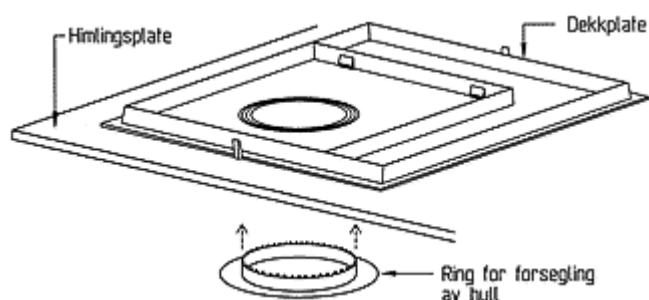
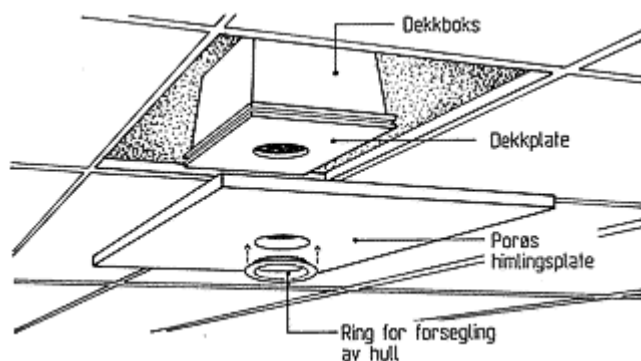
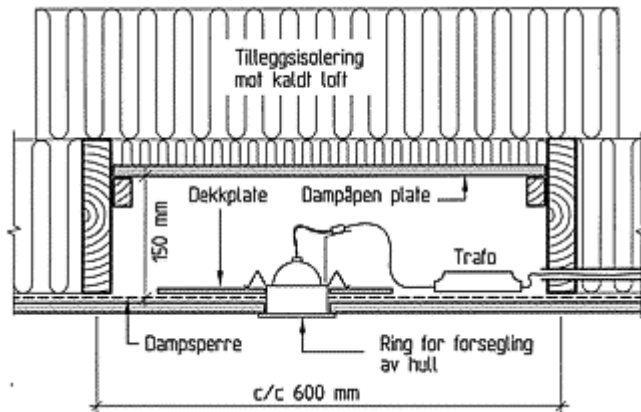

Fig. 22
Fig. 321
Fig. 433
Gipsplater svekkes gradvis og kan gå i oppløsning hvis de blir utsatt for langvarig konstant oppvarming til temperaturer over 50 °C, f.eks. fra downlight som brenner i et døgn eller mer av gangen. For enkelte trebaserte plater kan langvarig varmpåvirkning også være uheldig. For å dempe temperaturpåkjenningene og sikre platenes holdbarhet over tid, bør man i himlinger av slike plater benytte en dekkplate mellom dekkboksen og himlingsplaten, se fig. 321, eller en dekkplate som ligger løst oppå himlingsplaten, se fig. 433. Figur 22 viser eksempel på en dekkplate av brannhemmende polypropylen. En ring med hals som tilpasses himlingens tykkelse settes på fra undersiden, og armaturhullet er da forseglet. Dette demper temperaturpåkjenningen på himlingen.
Platen er utformet for bruk sammen med en tilhørende dekkboks, se også fig. 321. Hullet er tilpasset downlight med diameter 75 mm (som er den mest brukte dimensjonen), men platen har utsparinger slik at 85 mm og 95 mm downlight også kan benyttes.
- 321 *Lette enkeltarmaturer.* Porøse himlingsplater som f.eks. mineralfiberplater er myke og tåler ikke spennet fra fjærene som holder armaturen på plass. Etter noen gangers bytte av lampe vil fjærene skjære inn i platen pga. bevegelser i armaturen, og armaturen vil sitte løsere i innfestingen. Etter en tid kan man se at kraven på armaturen henger noe under platen. Man bør derfor alltid benytte en dekkplate ved montering av downlight i slike plater. Eksempel på dekkplate er vist i fig. 22. Dekkplaten er slik at man uten verktøy kan montere en dekkboks (se pkt. 42) på toppen. Fra undersiden monterer man en ring tilpasset armaturdiameteren. Ringen "klikkes" på plass i dekkplaten, og armaturhullet er da forseglet. Ringen har sagtener slik at man lett tar ut det nødvendige hullet i himlingsplaten. Se fig. 321.
- 433 *Ettermontering uten bruk av dekkboks.* En metode for ettermontering uten bruk av dekkboks er vist i fig. 433. Isolasjon over himlingen tas bort slik at det blir et fritt luftrom med høyde minst 150 mm og størrelse ca. 0,55 m x 0,55 m. Over luftrommet må man montere en dampåpen plate og tilleggisolasjon. Etter hulltaking i himlingsplaten må man benytte en dekkplate og en ring for å forsegle hullet, se også fig. 22. Dekkplaten må monteres tett mot dampspærren ved hjelp av en ring av tettemasse som legges mellom dampspærren og dekkplaten. Som en ekstra sikkerhet kan man også bruke byggtape. Denne monteringsmåten innebærer at armaturhullet i himlingen utgjør en åpning i dampspærren. Hullet må derfor ikke bli stående uten armatur i. Men når man monterer en lysarmatur som er tilpasset hullet, vil denne klemmes mot låseringen og dermed gi tilstrekkelig tetthet.